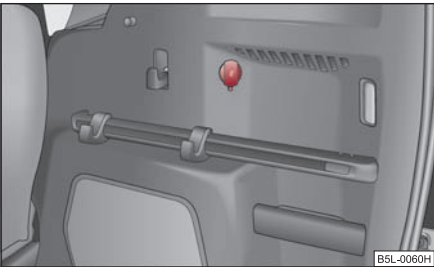

Fig. 120 Maletero: caja de enchufe
- Abra la cubierta de la caja de enchufe ⇒ fig. 120.